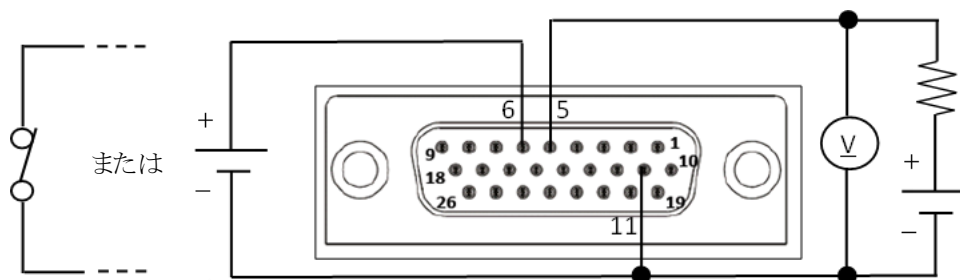

図3-2 リモートアナログプログラミング設定時のJ1配線
リモートアナログプログラミングへの設定方法およびローカル/リモートアナログ ステータス信号の設定方法を図3-2に示します。
2. 図3-2に示すようにJ1コネクタの配線を行います。